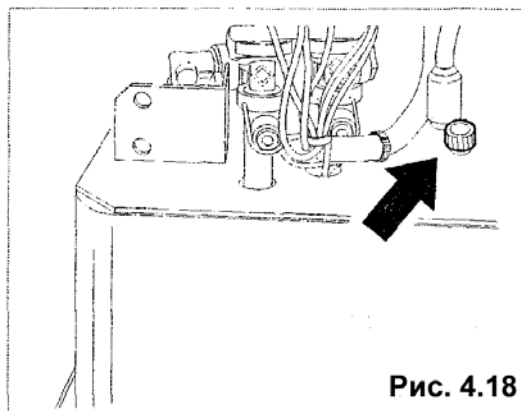

Рис. 4.18
- Снимите крышку, которая находится на верхней поверхности блока охлаждения, и вставьте сливной шланг бака для горячей воды для растворимых напитков, проходящий вдоль желоба для жидких отходов (рис. 4.18).